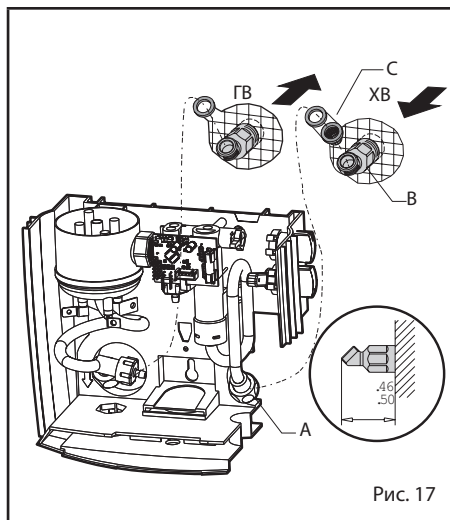

Рис. 17
- Установить углы (рис. 17/В) на трубу впуска холодной воды и трубу отвода горячей воды (скрытые в стене), соблюдая соответствующие расстояния, указанные на схеме.
- Соединить шланги прибора (рис. 17/А) с обоими углами с применением уплотнительной прокладки (рис. 17/С).